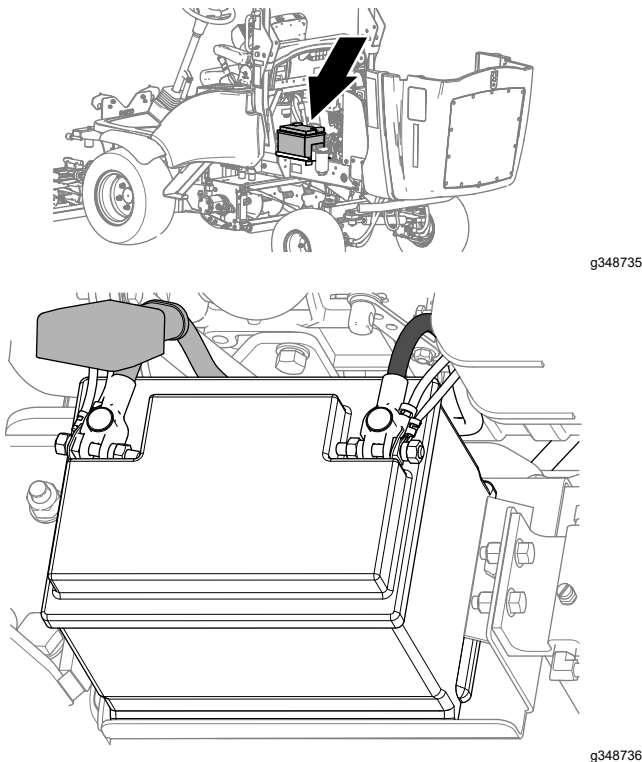

Figura 70
3. En el lado izquierdo de la máquina, vuelva a colocar los aislantes de los terminales de la batería (Figura 70).